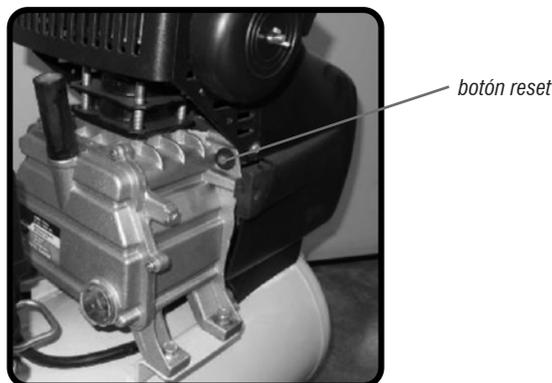

Fig. 16 - Botón reset
- Coloque el enchufe en la toma de corriente y accione el botón reset, Fig. 16;